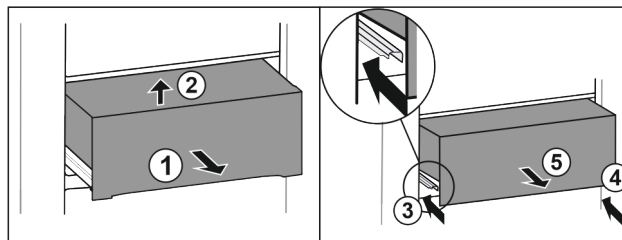

Fig. 31
- Predal izvlecite do polovice Fig. 31 (1).
- Dvignite ga naprej Fig. 31 (2).
- Vstavite levo vodilo Fig. 31 (3).
- Vstavite desno vodilo Fig. 31 (4).
- Predal vzemite ven v smeri naprej Fig. 31 (5).